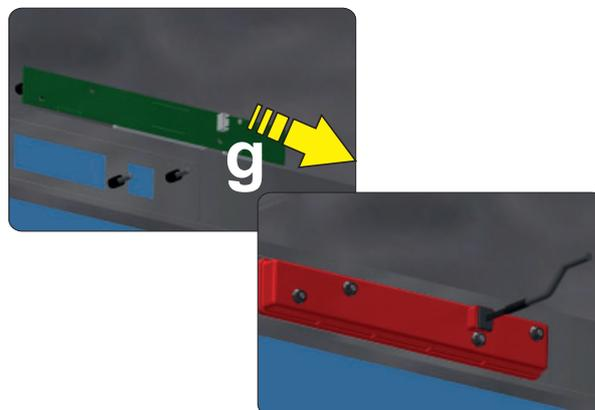

Fig. 24
- Remplacer la carte Réassembler la couverture en plastique avec sa dotation, en faisant particulièrement attention à ce que cette dernière adhère complètement à la tôle du panneau (position **g** - voir **Fig. 24**).